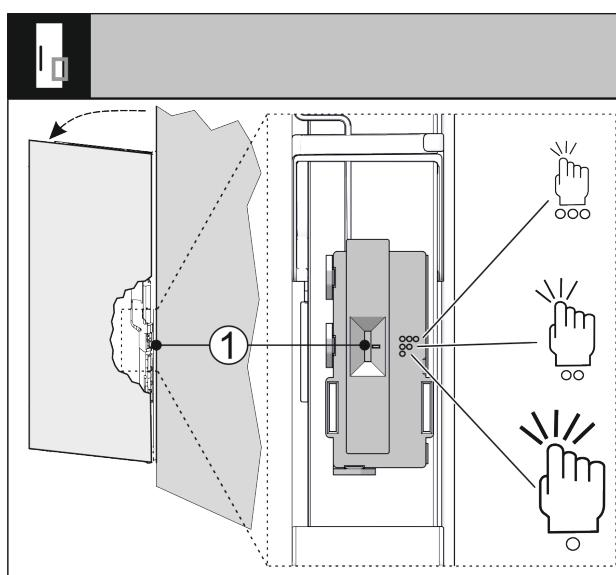

Fig. 34
Puteți seta sensibilitatea senzorului pentru ciocănit cu ajutorul unui comutator Fig. 34 (1). Întrerupătorul se află pe partea balamalei, în treimea inferioară a ușii.
- Glisați comutatorul Fig. 34 (1) în poziția dorită.